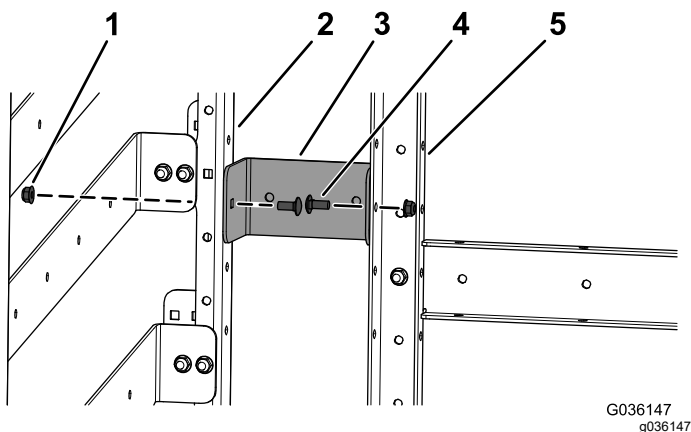
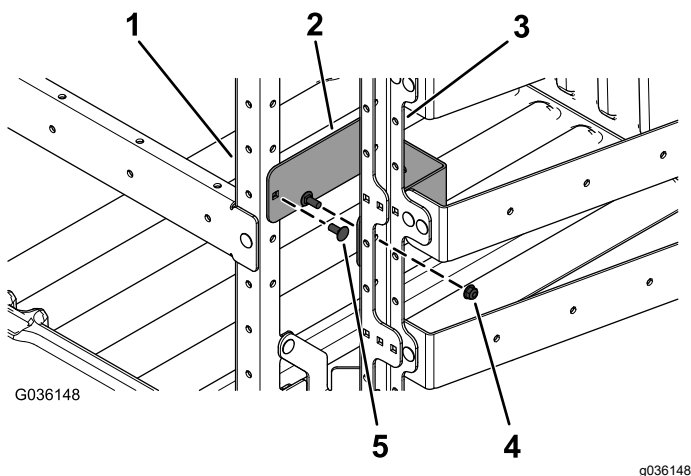

Figura 10
Figura 11
9. Montate il fermo dell'estintore o la staffa del tagliabuche sulla staffa del telaio del montante laterale e sulla staffa del telaio del montante anteriore con 2 bulloni a testa tonda (5/16 x 3/4") e 2 dadi flangiati (5/16 poll.) come illustrato nella Figura 10 o nella Figura 11.